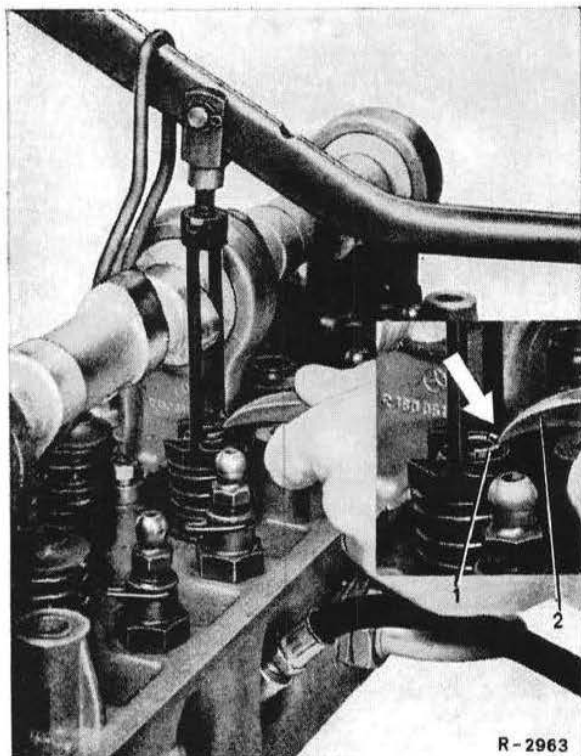

Bild 05—1/4
Ventilkegelhälften (1) frei sind und mit dem Magnetheber (2) herausgenommen werden können (Bild 05—1/4).